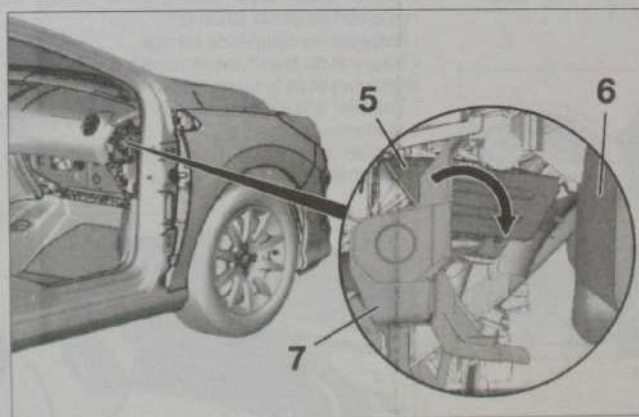

Fig. 3
- Dégager l'airbag (5) en effectuant une rotation (suivant la flèche) autour de la traverse de planche de bord (7) (Fig.3).